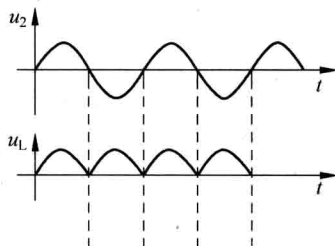

图 1.17 整流波形
③ 工作原理。当 u_2 正半周时, D_1 、 D_3 导通, D_2 、 D_4 截止; 当 u_2 负半周时, D_2 、 D_4 导通, D_1 、 D_3 截止。其整流波形如图 1.17 所示。